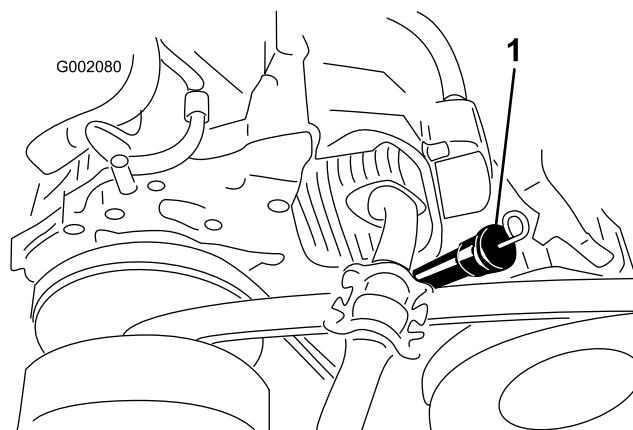
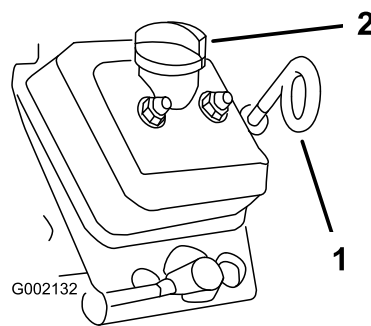

図 10
図 11
2. ディップスティック（モデル 07266/TC と 07279 では 図 10、モデル 07273/TCでは 図 11）を外したときによごれがエンジン内部に落ちないように、まわりの汚れをきれいにぬぐう。